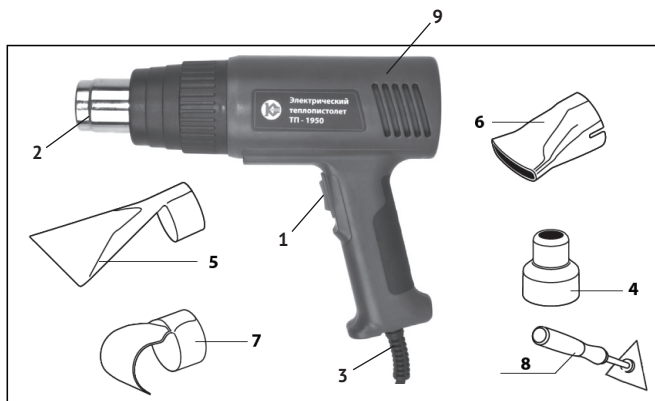

рис. 1
1.6 Общий вид теплопистолета представлен на рис.1
1.7 Коллекторный двигатель постоянного тока и спираль нагрева теплопистолета расположены в пластиковом корпусе (рис.1 поз.9). Корпус, состоящий из двух половин (правой и левой), выполнен заодно с рукояткой. Крутящий момент с якоря электродвигателя, передаётся на крыльчатку, которая обеспечивает движение воздушного потока от вентиляционных отверстий в задней части корпуса к выходному патрубку (рис.1 поз.2). Намотанная на теплоизоляционную основу спираль, нагревает проходящий воздух до установленной температуры.
1.8 Клавиша переключателя (рис.1 поз.1) расположена в передней части рукоятки. Она имеет 3-и фиксированных положения: «0» - выключено, «I» - первый режим, «II» - второй режим.
- для снятия размягчённых слоёв, используйте треугольный скребок (рис.1 поз.8), закрепив его между двумя гайками на рукоятке;
- при работе используйте насадку с отражателем (рис.1 поз.5), для защиты стекла от горячего воздушного потока;
- для разогрева используйте плоскую насадку (рис.1 поз.6);
- используйте насадку для труб (рис.1 поз.7) или сужающуюся (рис.1 поз.4);
- используйте насадку для труб (рис.1 поз.7);